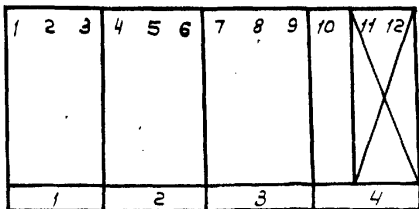

Рис. 3
2. Для 7-и и 12-ти секций градирен к фасаду панелей 1, 2 подключить панели 3, 4. При количестве градирен меньше 12 приборы неустановленных двигателей вычеркнуть. Например: для 10-ти секций градирен привязку выполнить как показано на рис. 3